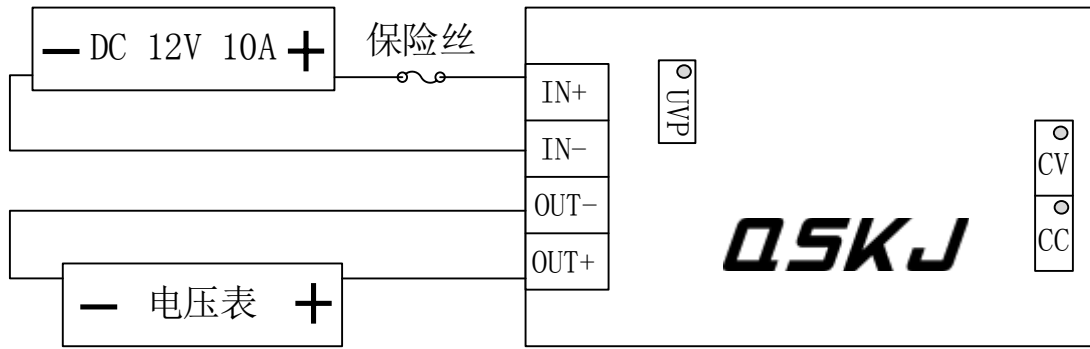
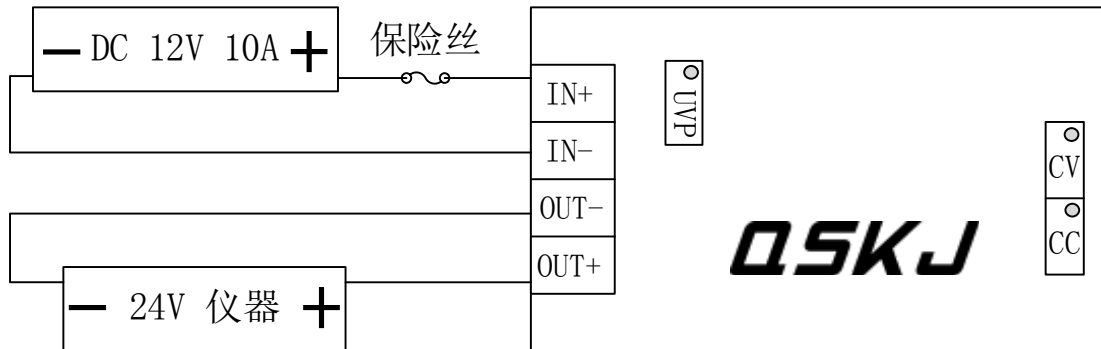

图 4
图 5
2. 把万用表调到直流 200V 档，用红色表笔连接 OUT+，黑色表笔连接 OUT-。（如图 4 所示）
3. 按照①②的方法连接好后，一边顺时针缓慢调节 CV（升压调节电位器），一边观察万用表的读数，当读数达到 24V 时停止调节，此时模块已经调节完成。
5. 注意检查输入输出正负极有没有接反，检查无误后，打开电源可以正常使用。（如图 5 所示）